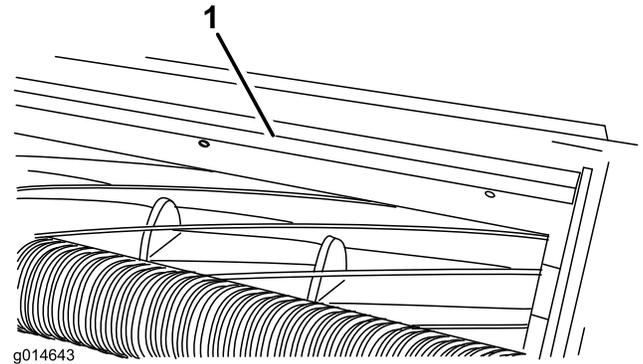

Bild 17
1. Lockern Sie die Schrauben, mit denen die obere Leiste an der Schneideinheit befestigt ist (Bild 17).